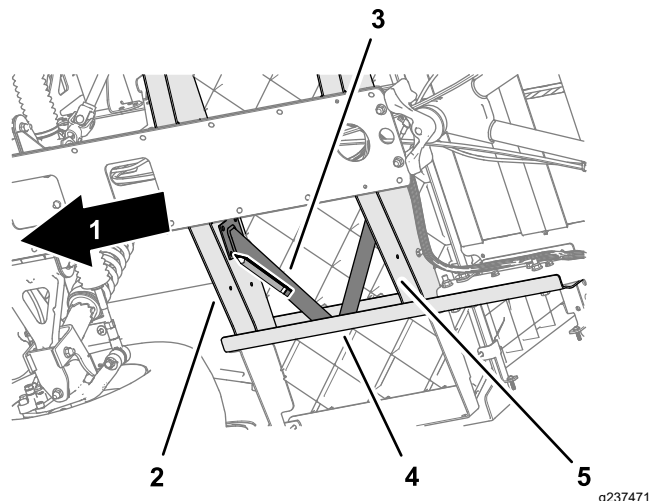
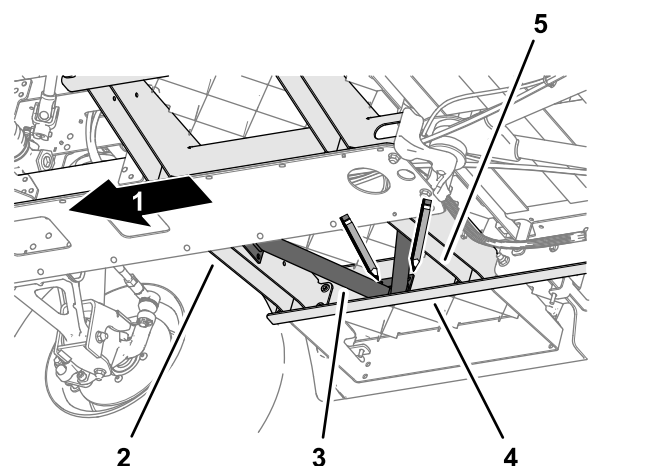

Figura 15
Figura 16
canalul podelei anterioare i canalul cadrului posterior al mainii (Figura 15).
- Aliniați bara de suport pentru podea paralel cu podeaua (Figura 15).
3. Utilizând bara de suport podea ca ablon, marcai locaiile orificiilor pe canalul cadrului lateral i pe canalele podelei (Figura 15, Figura 16, i Figura 17).